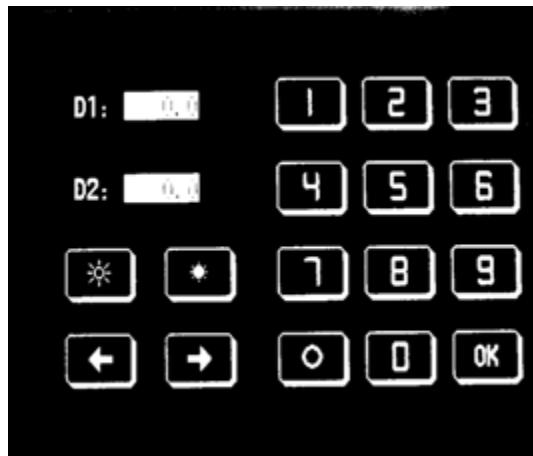

Abbildung 5-5 Eingabe der Diagonalen
6. Nach dem die Prüfung abgeschlossen ist, zeigt das System Folgendes auf dem Display an (Siehe Abbildung 5-5) und das Objektiv kehrt zurück in die Arbeitsposition.